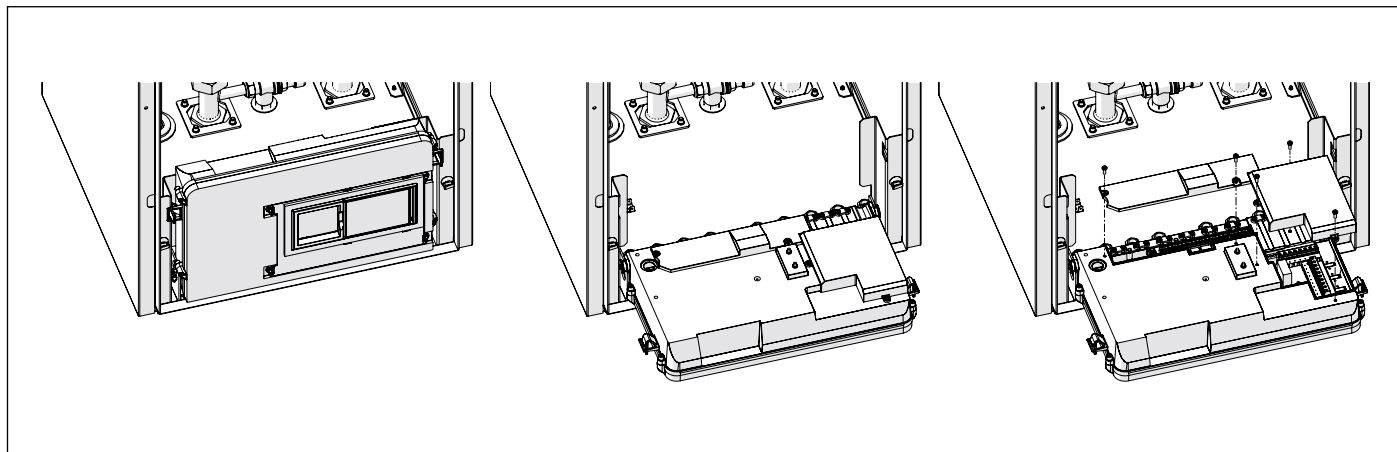

Fig. 32 Caja eléctrica
- Girar la caja eléctrica 90° hacia adelante (ver Fig. 32 Caja eléctrica).
- Quitar las dos tapas que cubren las conexiones eléctricas externas (A y B) desatornillando los tornillos que las fijan a la caja eléctrica (ver Fig. 32 Caja eléctrica).